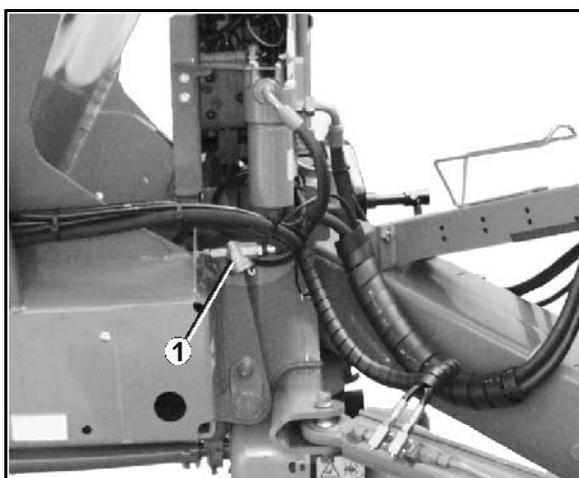

Рис. 92
1. Сомкните замок (Рис. 92/1) на обеих планках.
4. Сомкните замок (Рис. 92/1) на обеих планках.